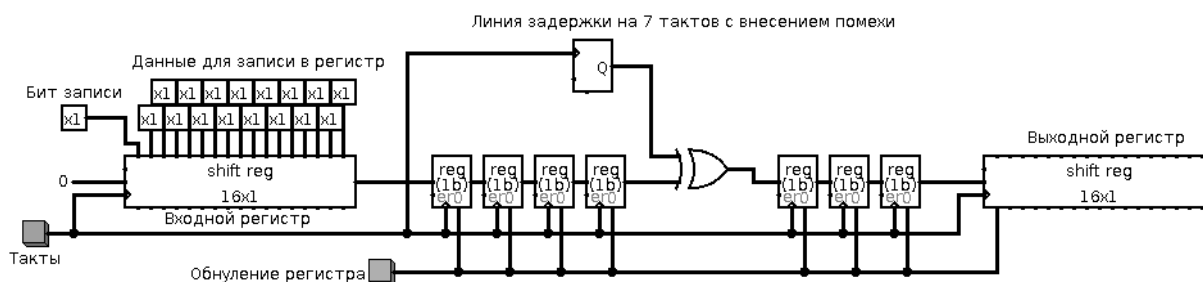

Рис. 3.4. Схема линии задержки на 7 тактов с внесением помехи
Построить линию задержки с внесением помехи (рис. 3.4).
1. Построить схему по образцу рис. 3.4. Генератор случайных чисел, играющий роль источника помех, должен иметь разрядность, равную 1. Стоит отметить, что такая схема аналогична двоичному симметричному каналу с вероятностью битовой ошибки 0,5.